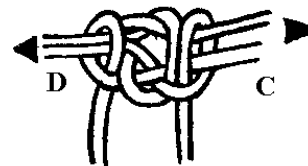

Fig. 4
**Ejecución:** se realizan dos cotes como lo indica la fig. 1. Luego se introduce el sector "D" en el cote "B" y el sector "C" en el cote "A" (fig. 2). Con cada uno de los cabos libres se realiza un cote, introduciendo dentro de los mismos senos "C" y "D" (fig. 3). Por último se lo ajusta tirando de la parte inferior de los senos "C" y "D", como lo indican las flechas (fig. 4).